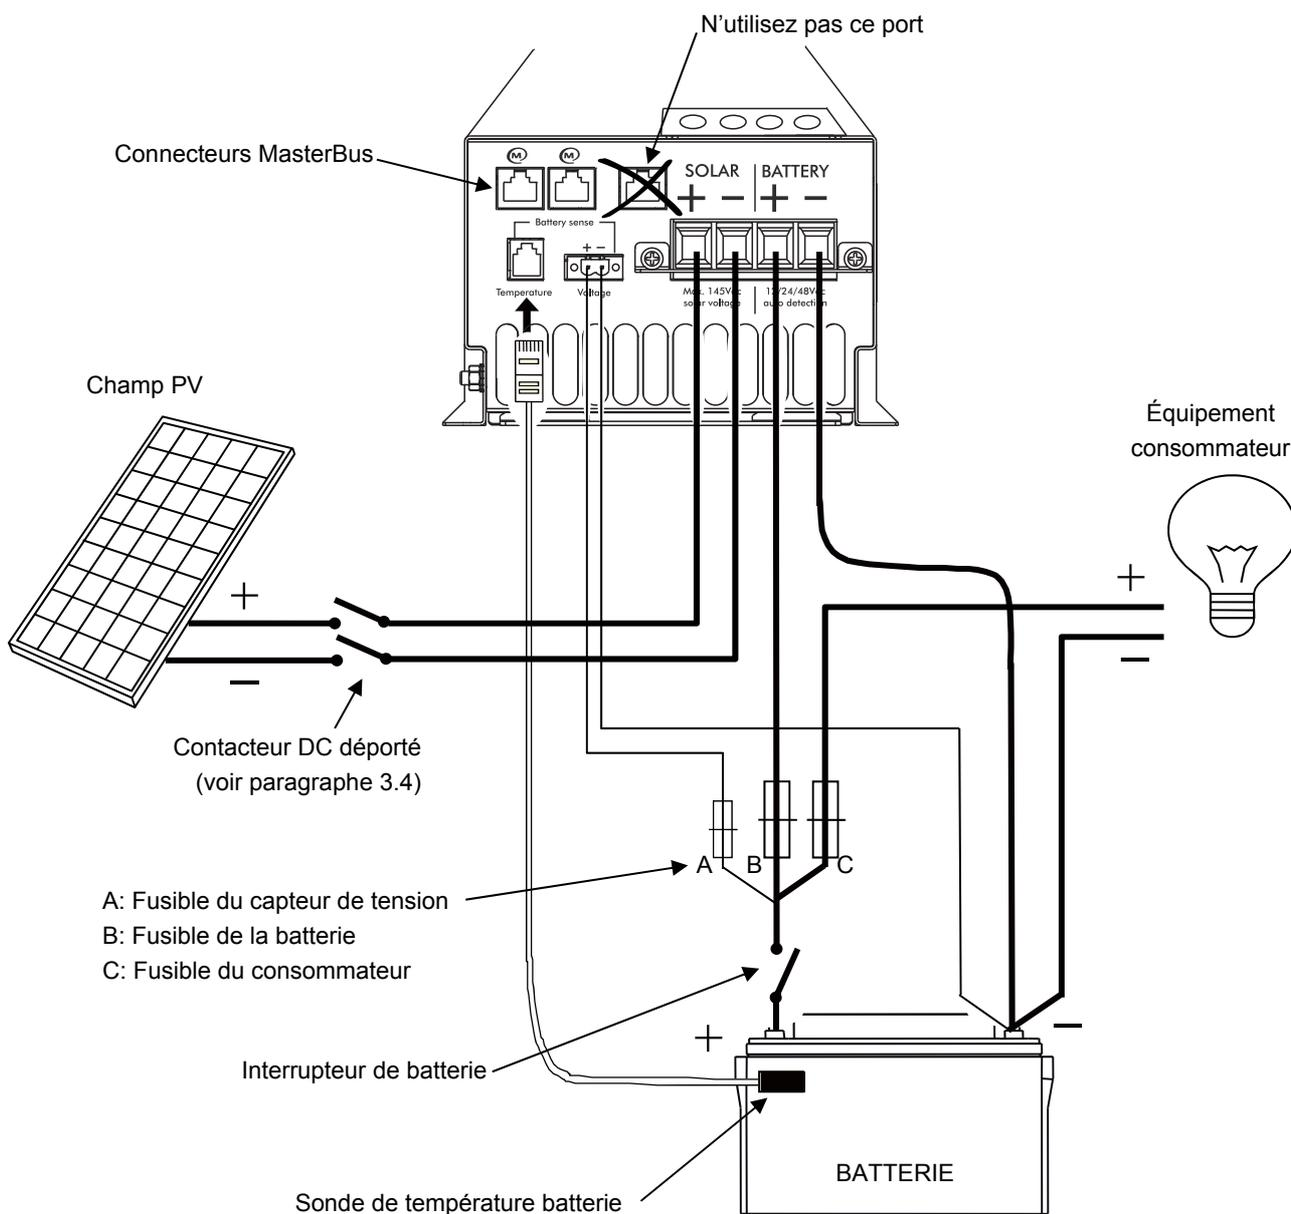

Figure 6: Schéma d'installation
La fonction de détection de la tension sur la batterie peut être utile pour ajuster la tension de charge du Solar ChargeMaster et compenser les pertes dues aux câblages. Connectez les câbles comme indiqué figure 6.
- 7** Connectez les câbles de la batterie. Voir figure 6. Fixez les câbles à la bride à l'aide de colliers. Montez un porte-fusible sur la ligne positive mais ne mettez pas le fusible en place à ce stade.
Voir également un exemple de câblage Figure 6. Poursuivre au paragraphe 3.7 pour la mise en service du Solar ChargeMaster.